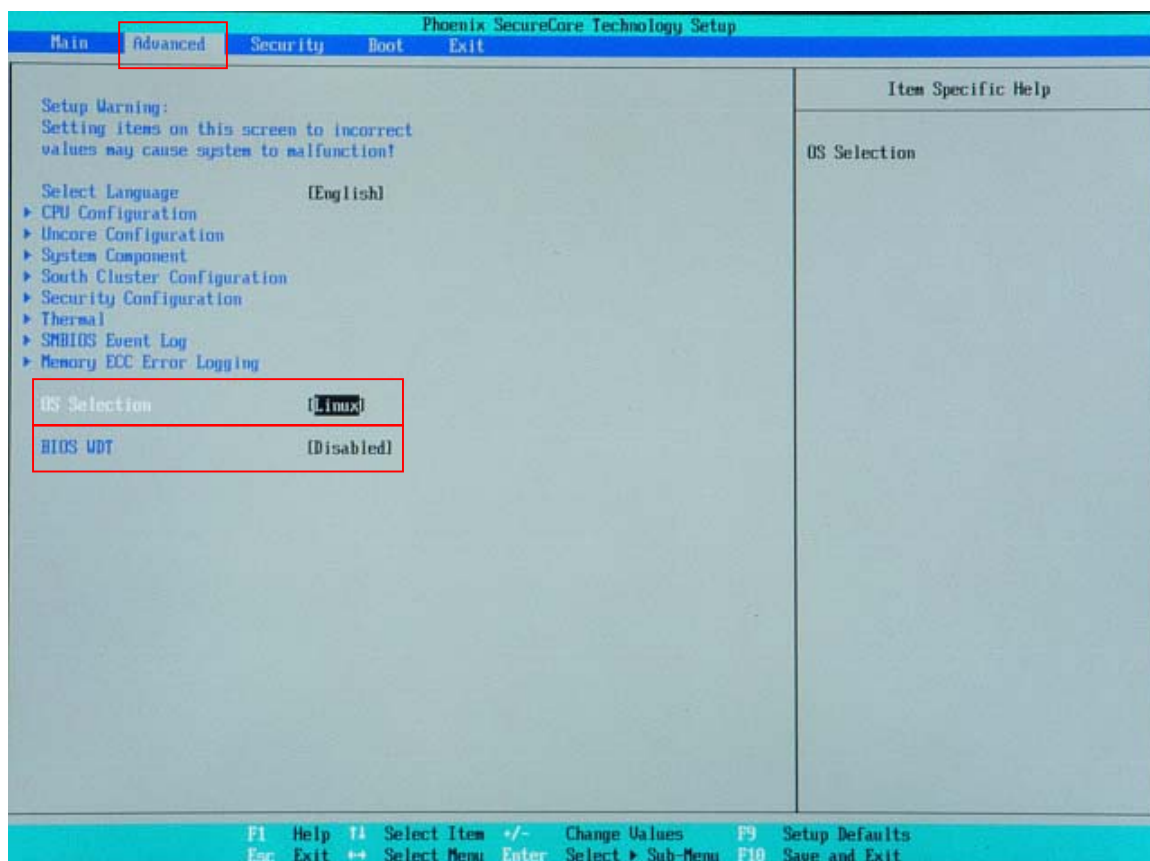

図 6-1-2. BIOS 設定 Advanced メニュー
- ① LAN ケーブルが接続されている場合は、LAN ケーブルを取り外してください。
- ② USB メモリ、SD カードなどのストレージメディアが接続されている場合は、ストレージメディアを取り外してください。また、サブストレージ（mSATA2）が接続されている場合は、サブストレージを取り外してください。
- ③ USB-DVD ドライブにリカバリ DVD を入れ AP シリーズ本体に接続します。
- ④ USB キーボード、USB マウスを接続します。
- ⑤ 電源を入れます。BIOS 起動画面が表示されたところで[F2]キーを押し、BIOS 設定画面を表示させます。
- ⑥ BIOS 設定画面が表示されたら、[Advanced]メニューを選択します。（図 6-1-2）
- ⑦ [OS Selection]を[Linux]、[BIOS WDT]を[Disabled]に設定します。
- ① 電源を入れ、BIOS 起動画面が表示されたところで[F2]キーを押し、BIOS 設定画面を表示させます。
- ② BIOS 設定画面が表示されたら、[Advanced]メニューを選択します。(図 6-1-2)
- ③ [OS Selection]を[Windows]、[BIOS WDT]を[Enabled]に設定します。
- ⑩ 電源を入れ、BIOS 起動画面が表示されたところで[F2]キーを押し、BIOS 設定画面を表示させます。
- ⑪ BIOS 設定画面が表示されたら、[Advanced]メニューを選択します。(図 6-1-2)
- ⑫ [OS Selection]を[Windows]、[BIOS WDT]を[Disabled]に設定します。